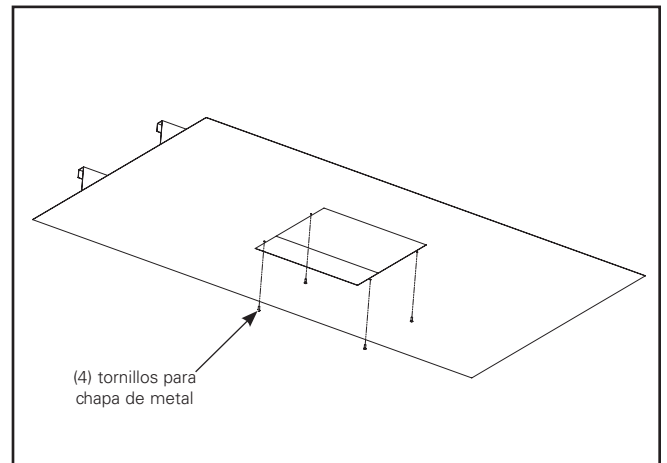

Figura 1b.
5. Use la plantilla para atornillar los cuatro tornillos para chapa de metal provistos desde el lado inferior de la fascia (Figura 1b).
7. Use la plantilla para atornillar los cuatro tornillos para chapa de metal provistos a través de las aberturas de los orificios. Estos cuatro tornillos a través de la fascia ayudarán como pasadores de guía al instalar la luminaria desde la parte superior de la fascia (Figura 1b).